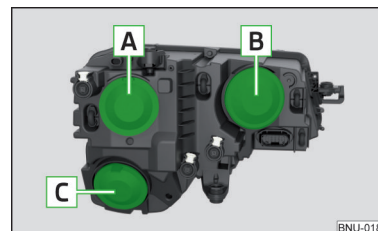

Fig. 346
- › Scoateți capacul **A**, resp. **B** » fig. 346 la pagina 303.
- › Scoateți capacul de protecție **B** » fig. 346 la pagina 303.
- › Așezați capacul de protecție **B** » fig. 346 la pagina 303.
- Scoateți capacul de protecție C » fig. 346 la pagina 303.
Introduceți capacul de protecție C » fig. 346 la pagina 303.